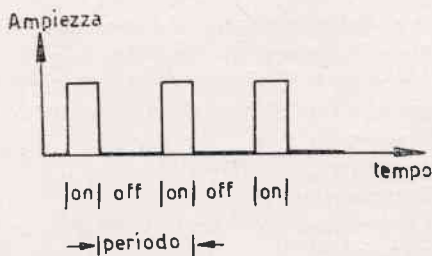
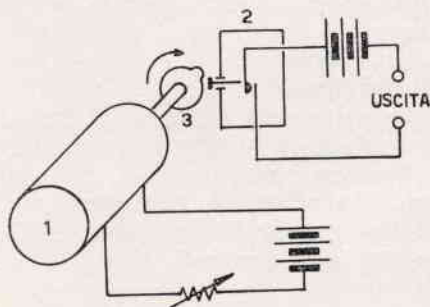

Figura 1
Figura 2
Un problema che molto spesso si presenta nella pratica quotidiana di laboratorio, è quello di generare un segnale elettrico di polarità prefissata, che venga ciclicamente interrotto e di cui si possa variare sia la frequenza, sia il rapporto on-off. Nella figura 1 è indicata la forma d'onda di un segnale di tale genere: poiché le lunghezze dei periodi on e di quelli off sono variabili indipendentemente l'una dall'altra, si preferisce denominare « codice » questa successione di impulsi, anziché onda rettangolare; da qui il nome di **codificatore** che è dato al dispositivo.
A) **Sistema meccanico.** Un segnale del tipo indicato in figura 1 può essere ottenuto con un dispositivo, come quello schematizzato in figura 2, cioè semplicemente con un motore a velocità variabile che fa ruotare una camma, di opportuno profilo, che aziona ad ogni rotazione un contatto in chiusura (ad esempio un microinterruttore).